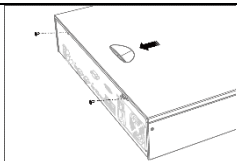

Figure 1-4 Retirez le couvercle
Step 1 Desserrez les vis situées à l'arrière de l'appareil et poussez le couvercle vers l'arrière pour retirer le couvercle. Reportez-vous à Figure 1-4.